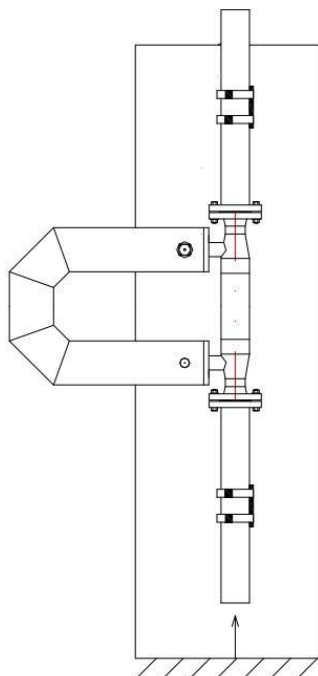

图 2.3
3、当测量的介质是悬浊液时，传感器应采用侧立式安装。如图 2.3 所示。介质的流动方向是自下而上通过传感器流动。